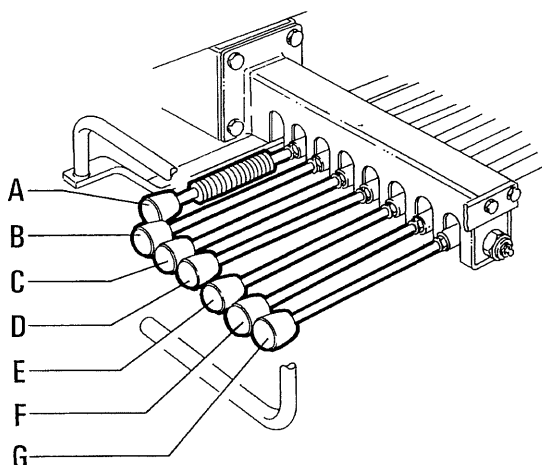

fig. 5.4.1
5.3 - Comandi "doppio comando" (lato sinistro) fig. 5.4.1
5.3 - Dual side controls (left hand side) fig. 5.4.1